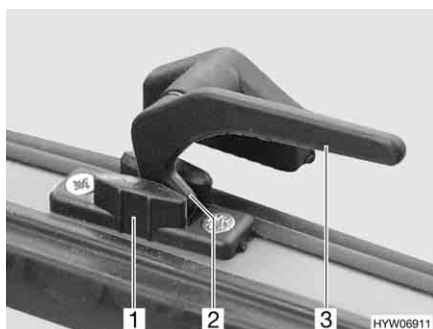

Fig. 61 Leva di serraggio in posizione "Aerazione continua"
- In posizione di "Aerazione continua" (Fig. 61)
- Ruotare la leva di serraggio (Fig. 61,3) di un quarto di giro verso il centro della finestra.
- Ruotare la leva di serraggio di un quarto di giro verso il telaio della finestra. Riportare contemporaneamente il nasello di chiusura (Fig. 61,2) nella rientranza della chiusura della finestra (Fig. 61,1).